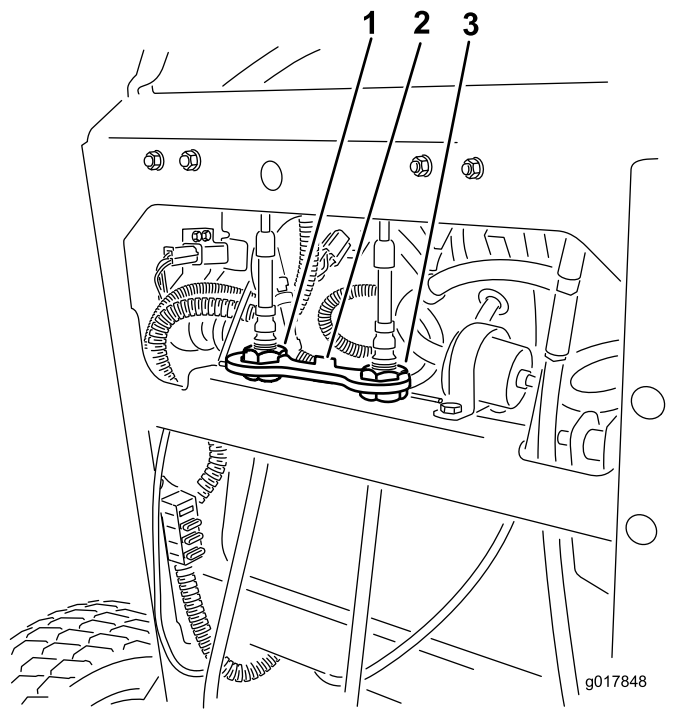

Figure 70
6. Placez la retenue de câble sur les écrous de réglage de câble pour fixer le réglage (Figure 70).